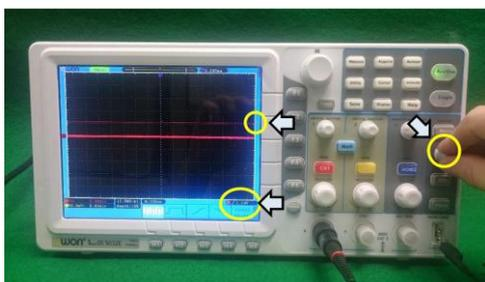

図 A-14 トリガーレベルの調整
- ① トリガー：どのような入力を見るべき信号とするのか決めなくてはならない。このきっかけの事をトリガー（信号と見なす“引き金”）と言う。オシロスコープでは、ある一定値の電圧レベルを超えた場合に信号と見なす、という設定ができる。これをトリガーレベルと言う。右端中央にある「TRIG LEVEL」つまみで調整でき、つまみを回すと自動でトリガーレベルの点線が表示される（図 A-14）。しばらくするとトリガーレベルラインは消えるが、画面右端に、紫色の三角でレベル位置が常に表示され、その下に電圧が表示されている。┌のマークは電圧が上昇してトリガーレベルを超えたときにトリガーが働き測定が開始されることを意味している。下側の「H1」～「H4」のボタンで切り替えることができるが、ここではそのままにしておく。トリガーレベルは、見たい信号の電圧値の範囲内で、かつ、ノイズの電圧値以上に設定しておくのが理想である。